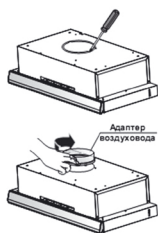

Рис. 1
1. Для вывода воздуха в режиме вентиляции необходимо вынуть заглушку из пластика. Вставить в открытое отверстие адаптер из комплекта поставки. (Рис. 1).